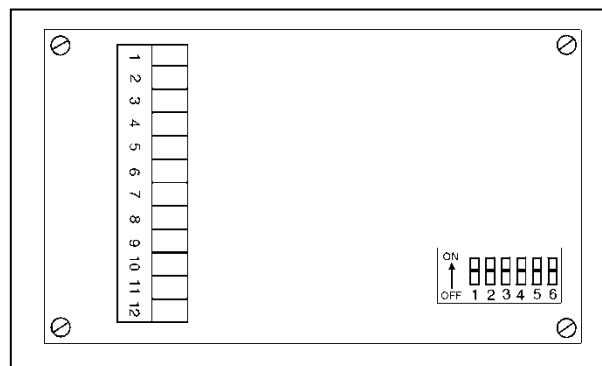

Abbildung 2. Stecker und Schalter auf der PIB-Platine
Die Standardeinstellung ab Werk ist „1-fach“. Der Schalter ist geschlossen (AN). Um die eingehenden Impulse zu verdoppeln, stellen Sie den Ka-I-Schalter für den eingehenden Impuls auf AUS. Die Schalter befinden sich, wie oben in Abbildung 2 gezeigt, auf den PIB-Platinen. Die PIB-Platine, die sich auf der EAAI-Platine befindet, ist für die Impulseingänge 1 bis 6 zuständig. Die PIB-Platine, die sich auf der BSE-Platine befindet, ist für die Impulseingänge 7 bis 12 vorgesehen.